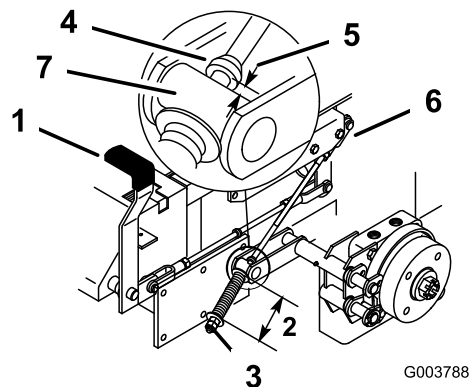

Figure 29
Les rondelles doivent être espacées de 70 mm (2¾ po) (Figure 29).
3. Si un réglage est requis, desserrez l'écrou de blocage situé sous le ressort et serrez l'écrou directement au-dessous de la chape (Figure 29). Modifiez le serrage de l'écrou jusqu'à ce que le ressort ait la longueur voulue. Serrez les deux écrous ensemble et répétez la procédure de l'autre côté de la machine.
6. Mesurez la distance entre le galet de tourillon et le collier sur la tige de frein. Il doit exister un espacement de 5–7 mm (3/16–¼ po) (Figure 29).
7. Si un réglage est requis, desserrez l'écrou de blocage situé juste au-dessous de la chape. Tournez la tige inférieure jusqu'à obtention de l'espacement voulu (Figure 29). Serrez l'écrou de blocage sur la chape.